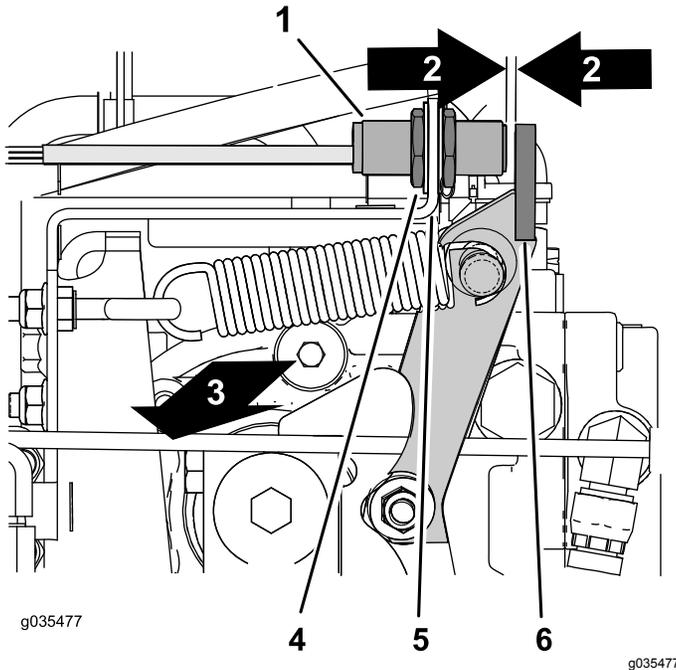

Рисунок 69
- Найдите бесконтактный датчик с правой верхней стороны гидравлического насоса (Рисунок 69).
- Убедитесь, что кронштейн бесконтактного датчика не погнут и что индикатор в задней части датчика горит (Рисунок 69).
2. Ослабьте контргайки с обеих сторон кронштейна датчика (Рисунок 69).
3. Отрегулируйте контргайки так, чтобы получить зазор от 2,5 до 3,6 мм между концом бесконтактного датчика и фланцем рычага нейтрального положения (Рисунок 69).
4. Затяните контргайки (Рисунок 69).